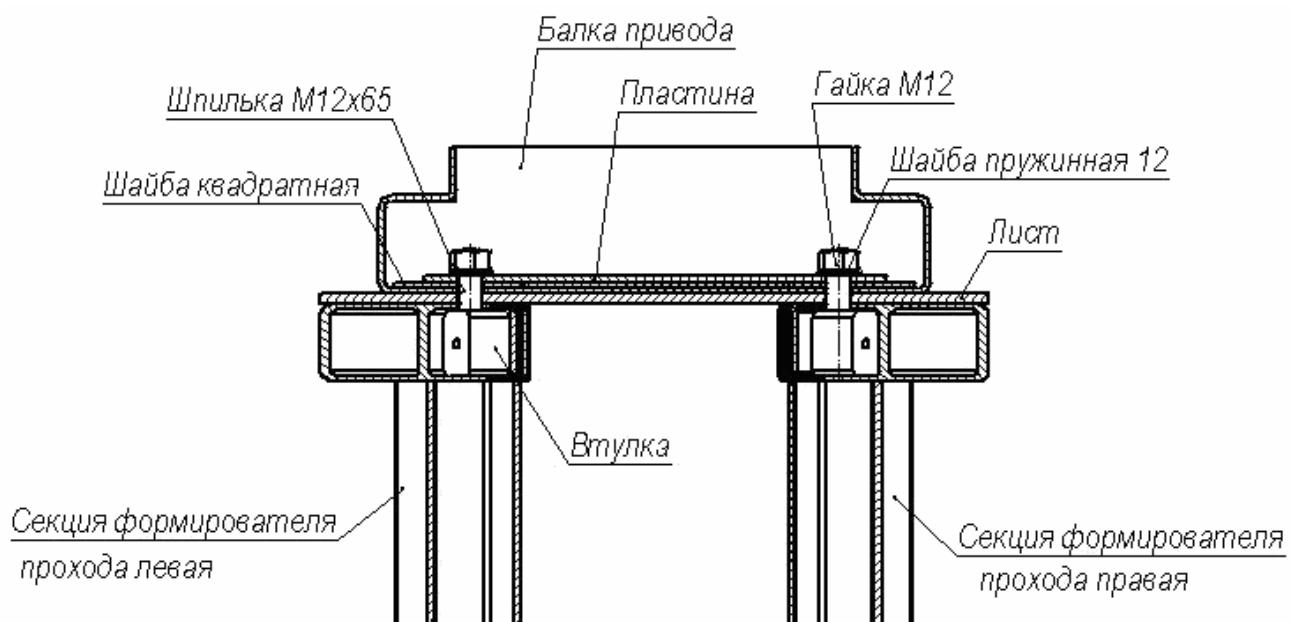

Рисунок 15. Крепление балки привода (13) к секциям (6) и (7) формирователя прохода
- 11.6. Зафиксируйте положение балки двумя гайками M12 (см. рис. 15). Затяните гайки на всех четырех шпильках, крепящих балку привода. Усилие затяжки гаек – предварительное.